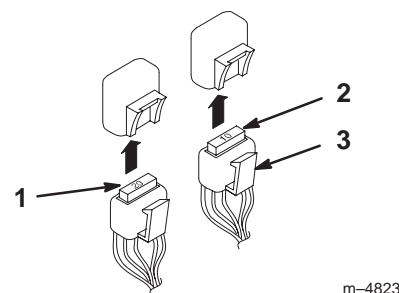

Figure 60
Fusible : Pompe d'injection – 10 A, à lame (Fig. 60)
Fusible : Moteur – 20 A, à lame (Fig. 60)
1. Trouvez les fusibles dans la partie arrière gauche de la machine. Tirez sur le clip en plastique et abaissez-le pour accéder aux fusibles dans les porte-fusibles (Fig. 60).
2. Pour remplacer un fusible, tirez dessus pour l'enlever (Fig. 60).